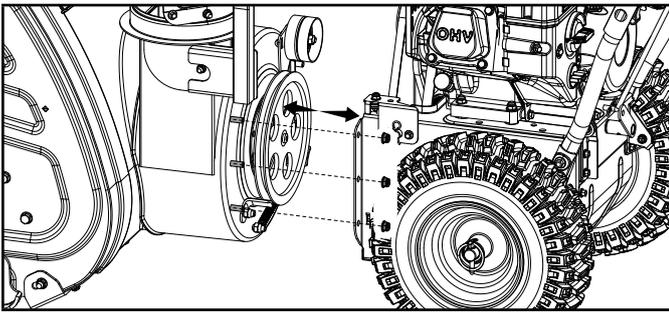

Figure 43
6. Dévissez 6 écrous M8 pour séparer le boîtier de la tarière de la base. (figure 43)